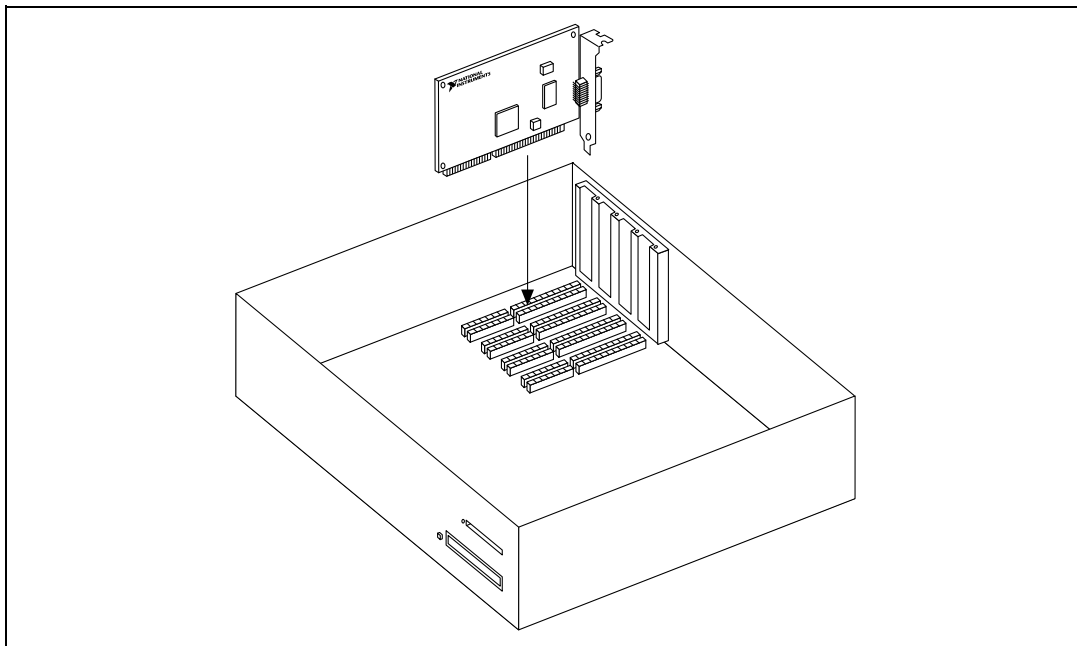

図 3. AT-GPIB/TNT のインストール方法
6. 図3に示されているように、AT-GPIB/TNT ボードの GPIB コネクタが背面パネルから突き出した状態で、ボードをスロットに差し込みます。きつい場合もありますが、無理にボードを押し込まないでください。